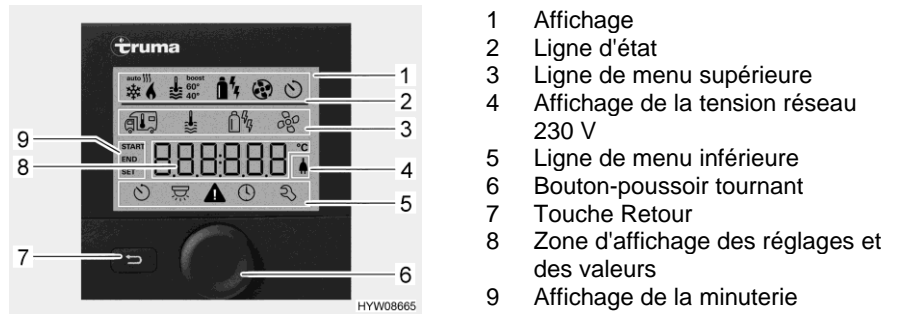
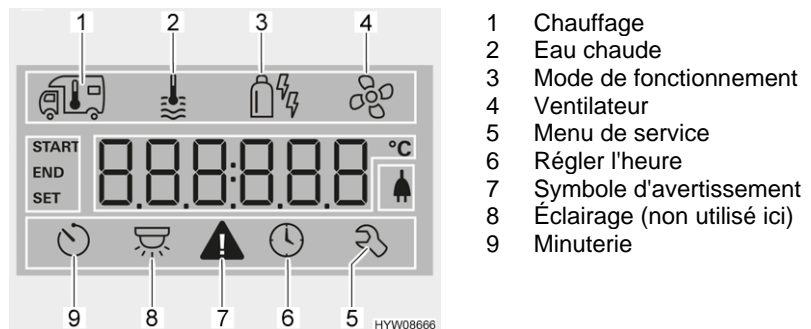

Fig. 164 Unité de commande avec affichages
Fig. 165 Écran (unité de commande)
- Ligne d'état (Fig. 164,2)
- Ligne de menu supérieure (Fig. 164,3)
- Zone d'affichage (Fig. 164,8)
- Ligne de menu inférieure (Fig. 164,5)
- Appuyer sur le bouton-poussoir tournant (Fig. 164,6) pendant env. 3 secondes. Les deux lignes de menu (Fig. 164,3 et Fig. 164,5) sont affichées. Le premier symbole clignote.
- Tourner le bouton-poussoir tournant (Fig. 164,6) jusqu'à ce que le symbole de menu désiré clignote.
- Appuyer sur le bouton-poussoir tournant pour enregistrer la valeur réglée. Si la valeur réglée à l'origine ne doit pas être modifiée : Appuyer sur la touche Retour (Fig. 164,7).
- Tourner le bouton-poussoir tournant (Fig. 164,6) jusqu'à ce que le symbole de menu du chauffage (Fig. 165,1) clignote.
- Appuyer sur le bouton-poussoir tournant pour enregistrer la valeur réglée. Le symbole clignote dans la ligne d'état (Fig. 164,2) jusqu'à ce que la température ambiante réglée soit atteinte. Si la valeur réglée à l'origine ne doit pas être modifiée : Appuyer sur la touche Retour (Fig. 164,7).
- Tourner le bouton-poussoir tournant (Fig. 164,6) jusqu'à ce que le symbole de menu de l'eau chaude (Fig. 165,2) clignote.
- Appuyer sur le bouton-poussoir tournant pour enregistrer la valeur réglée. Le symbole clignote dans la ligne d'état (Fig. 164,2) jusqu'à ce que la température d'eau chaude réglée soit atteinte. Si la valeur réglée à l'origine ne doit pas être modifiée : Appuyer sur la touche Retour (Fig. 164,7).
- Tourner le bouton-poussoir tournant (Fig. 164,6) jusqu'à ce que le symbole de menu de mode de fonctionnement (Fig. 165,3) clignote.
- Appuyer sur le bouton-poussoir tournant pour enregistrer le mode de fonctionnement réglé. Si le réglage d'origine ne doit pas être modifié : Appuyer sur la touche Retour (Fig. 164,7).
- Tourner le bouton-poussoir tournant (Fig. 164,6) jusqu'à ce que le symbole de menu du ventilateur (Fig. 165,4) clignote.
- Tourner le bouton-poussoir tournant (Fig. 164,6) jusqu'à ce que le symbole de menu de la minuterie (Fig. 165,9) clignote.
- Appuyer sur le bouton-poussoir tournant. La minuterie est activée. Le symbole de la minuterie (Fig. 165,9) clignote quand cette dernière est programmée et active.
En cas d'avertissement, le symbole correspondant (Fig. 165,7) clignote. Le chauffage continue de fonctionner. Le symbole d'avertissement s'éteint de lui-même quand il ne s'agit que d'un dérangement passager.